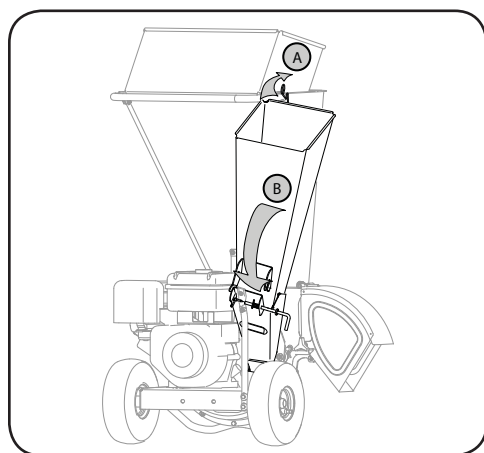

Figure 2-1
1. Tirez le loquet à ressort vers le haut. Voir A à la Figure 2-1.
2. Faites pivoter doucement la trémie d'alimentation de la déchiqueteuse vers le bas jusqu'à ce qu'elle s'enclenche sur la tige de verrouillage. Voir B à la Figure 2-1.